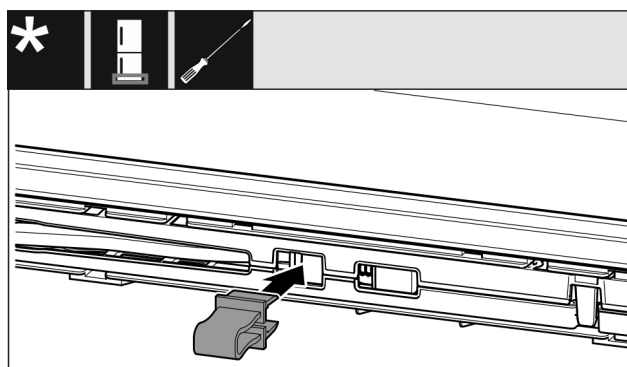

Fig. 14
- ▶ Zabezpieczenie zazębnić w otworze Fig. 14 ().